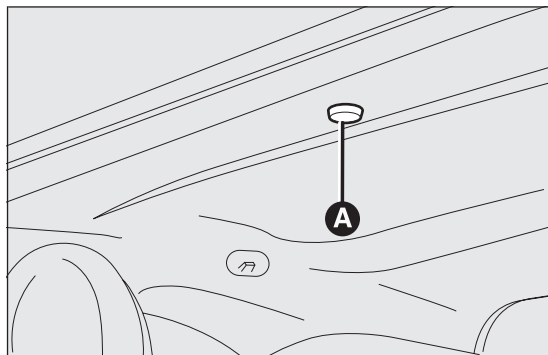

Abb. 47
- ☐ Den Schutzdeckel A Abb. 47 aus dem Sitz für die manuelle Bedienung entfernen, der sich an der Innenverkleidung hinter dem Sonnenrollo befindet